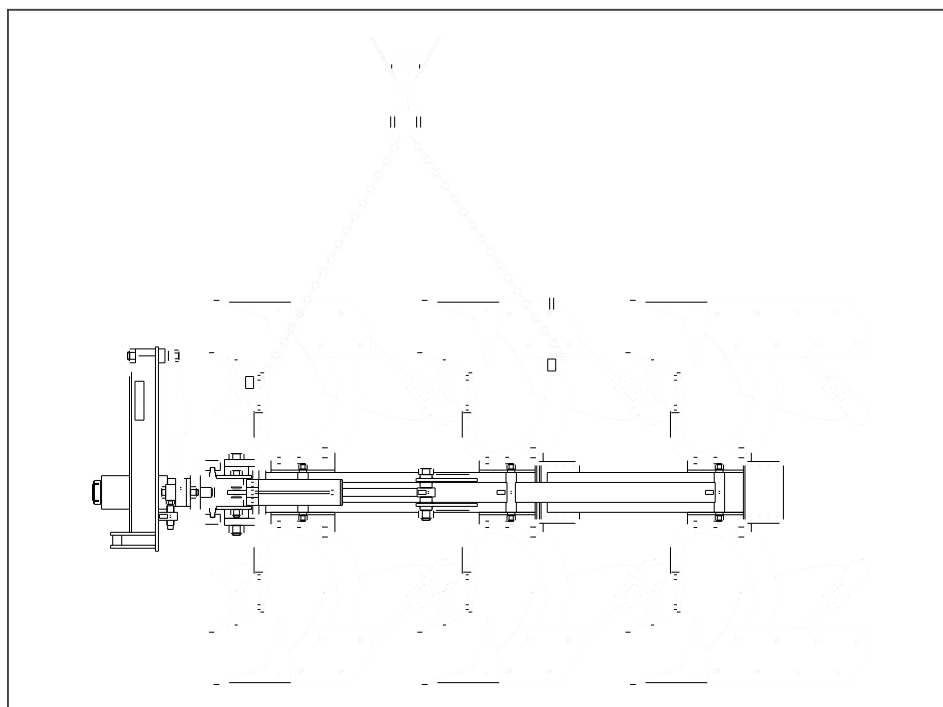

fig.21
- Imbracare il carico avvolgendo le fasce o agganciando le catene nel punto indicato dalle idonee etichette (fig.6, etichetta n°5), come illustrato in fig.21.